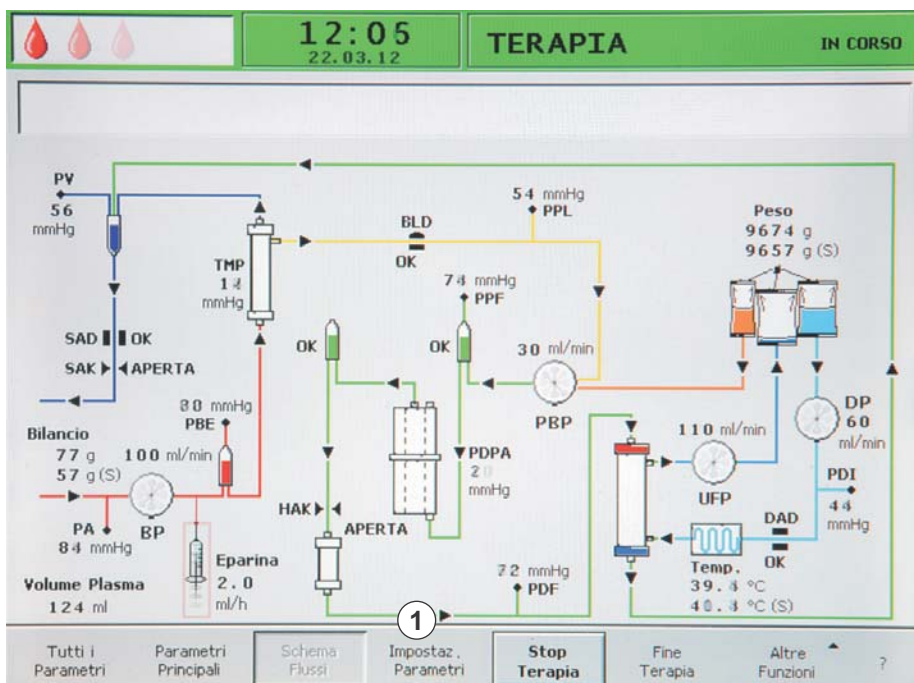

Fig. 2-24 Voce *Impostazione Parametri* nella videata *Schema Flussi*
↳ Comparirà la videata *Schema Flussi* (Fig. 2-24).
2. Ruotare la manopola per selezionare *Impostazione Parametri* (Fig. 2-24 , ①) nella barra dei menu e premere il tasto *Invio*.